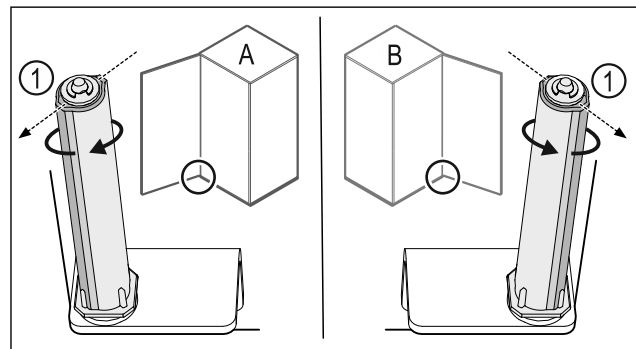

Fig. 44 Links scharnierend (A) / rechts scharnierend (B)
- ▶ Sluitsysteem tegen de weerstand in draaien tot het schot van het sluitsysteem Fig. 44 (1) naar buiten wijst.